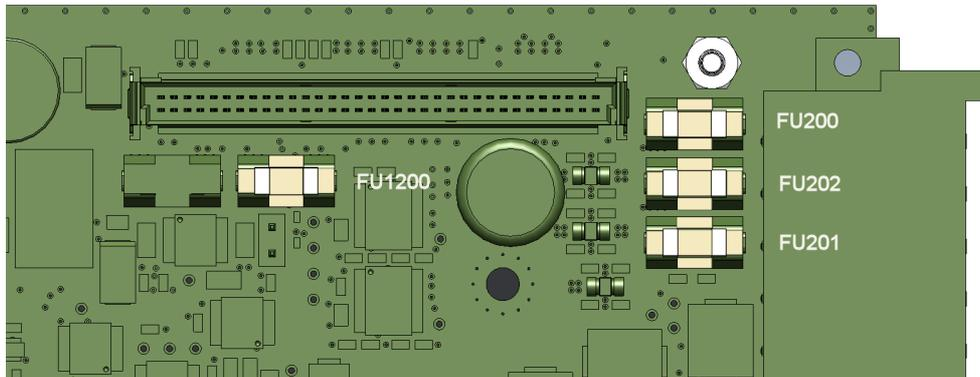

Abb. 2-11 Sicherungen auf dem ES4455.2 Load Carrier Board (hell markiert)
Die Sicherungen auf dem ES4455.2 Load Carrier Board sind in Abb. 2-11 gezeigt.
Die Sicherungen auf dem ES4455.2 Load Carrier Board dürfen nur durch die in Tab. 2-1 angegebenen Sicherungen ersetzt werden. Die Zuordnung erfolgt nach Abb. 2-11
9. Entfernen Sie die defekten Sicherungen mit einer kleinen Zange (ca. 2mm breit) vom ES4455.2 Load Carrier Board (siehe Abb. 2-11).
10. Bauen Sie die neue Sicherung entsprechend Tab. 2-1 auf Seite 31 und Abb. 2-11 auf Seite 31 ein.